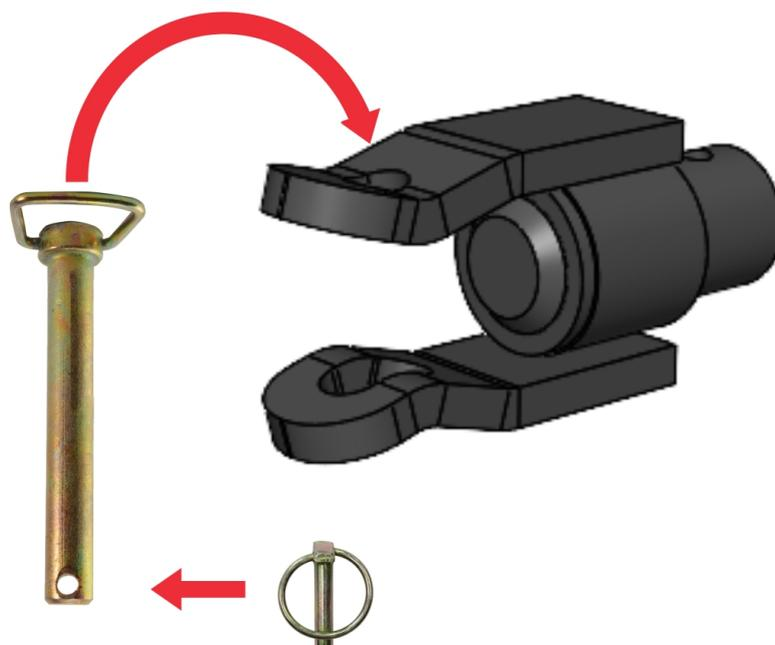

Figura 5.1 – Ponto de engate do cabeçalho.
2. Para acoplar o trator ao cabeçalho, posicione adequadamente a barra de tração do trator no cabeçalho da máquina e insira o pino de tração conforme ilustrado na figura 5.1. Sempre mantenha o furo redondo do cabeçalho para cima;